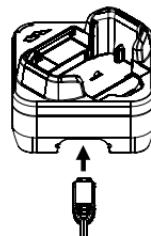

図1: コネクターの先端形状を確認し差し込む
- ① ACアダプターのコネクターを充電器の側面にある電源ソケットに差し込みます(図1)。
- ② ACアダプターをACコンセントへ確実に差し込むと、充電器のLEDインジケーターが約1秒間緑色に点灯し電源が入ります。